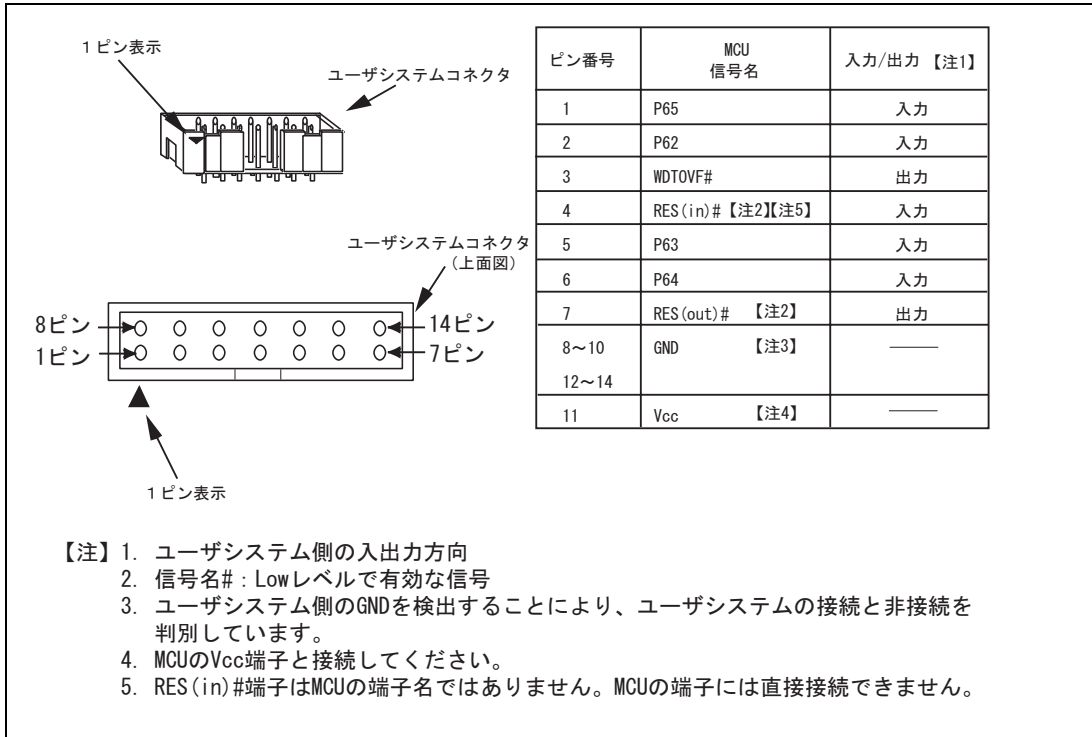

図 1.2 ユーザシステムコネクタのピン配置
ユーザシステムコネクタのピン配置を図 1.2 に示します。
- (4) E10A-USBエミュレータは、1.3章「図1.2」に示す端子を使用して、MCUと通信を行います。これらの信号は基本的には使用できません。